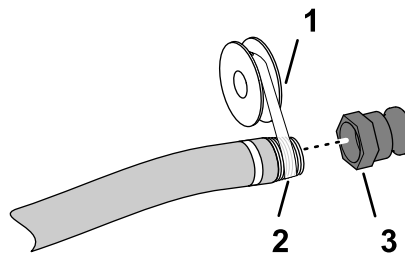

Figura 4
5. Applicare del frenafili in PTFE (Figura 4) sulla filettatura del raccordo del flessibile di riempimento (1" NPT).
6. Avvitare il disaccoppiamento rapido sul tubo di riempimento e serrarlo a mano (Figura 4).